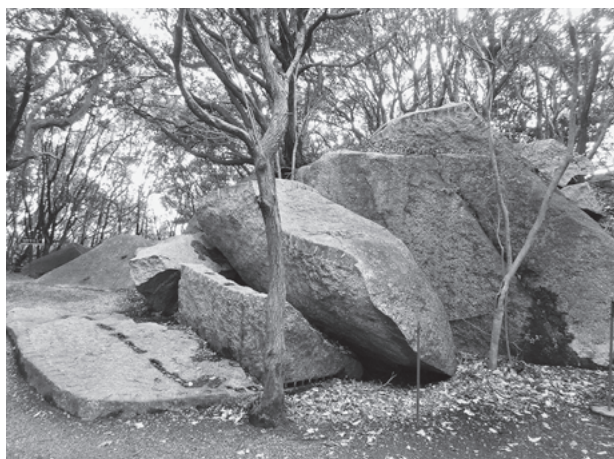

図16 大坂城石垣石切丁場跡八人石丁場(左端が225番石材)
**香川県小豆島岩谷石切場跡** 福岡藩黒田家は元和7年(1621)に小豆島岩谷を石切場として確保し、石材を大坂城石垣に供給した。現在は「大坂城石垣石切丁場跡」として国史跡となっている。岩谷石切場のひとつである八人石丁場の225番石材を調査対象とした(図16)。225番石材は、長さ約390cm×幅約200cmの大きさである。石材が埋没しており厚さは不明である。石材の周縁には矢穴痕が残し、中央には作業途中の矢穴列が残る(図17)。中央の矢穴列Aは4個前後の間隔で掘削途中や下取り線として線刻のみの矢穴が確認されたため、作業放棄直前には少なくとも4人が並行的に作業に従事していたことが想起された。表面観察から作業分担者のモデルとして、作業者イ〜トを設定した。